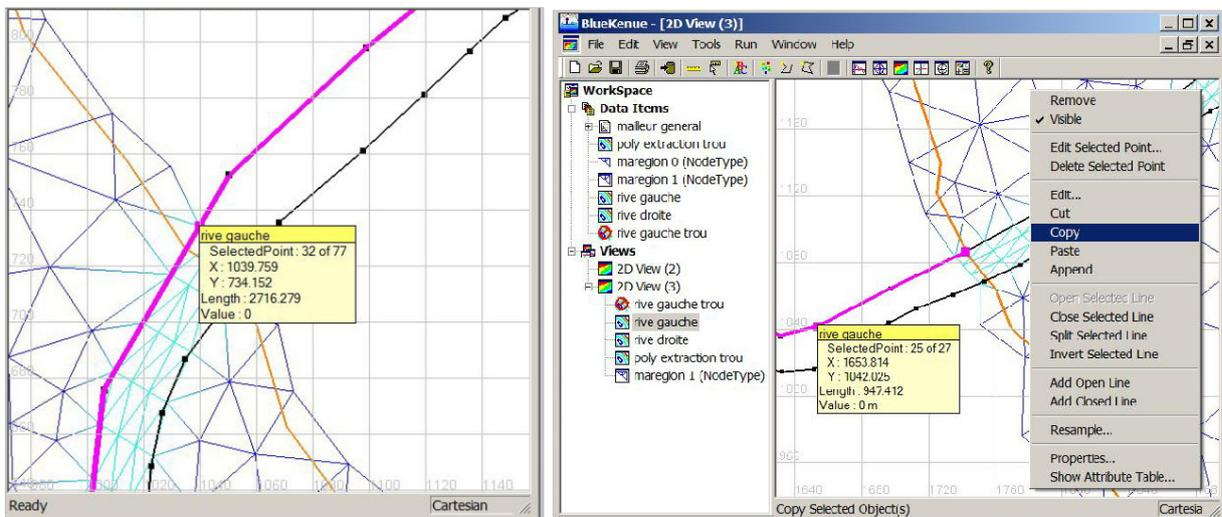

FIGURE 2.11 – À gauche, Identification du point de la rive gauche proche de la frontière Ouest, et à droite, segment de la rive gauche dans le trou
- Zoomez sur le canal à son passage Ouest du trou. Cliquez sur *rive gauche* dans la zone *Views*. Dans la fenêtre de visualisation double cliquez sur le point de la *rive gauche* le plus proche de la frontière du trou (fig. 2.11 gauche). Toute la ligne se sélectionne en couleur magenta. Cliquez droit, puis cliquez sur **SPLIT SELECTED LINE**. La ligne a été coupée et sa partie aval (dans le sens de numérotation des nœuds) n'est plus sélectionnée.
- Cliquez sur **NEW OPEN LINE** dans la barre d'outils. Sélectionnez 2 points n'importe où dans la fenêtre *2D view (3)*, cliquez de nouveau *New Open Line* pour terminer l'entrée de la ligne ; Renseignez le nom de cette nouvelle ligne **RIVE GAUCHE TROU**. **OK**.
- Dans la fenêtre de visualisation Double cliquez sur la portion de la *rive gauche* à l'intérieur du trou, Cliquez droit, puis cliquez sur **COPY**. (fig. 2.11 droite)